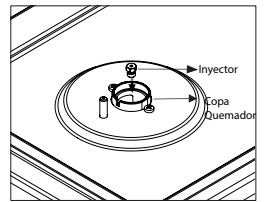

Figura 53
- Acceder al inyector instalados en la copa quemador (Ver figura 53).